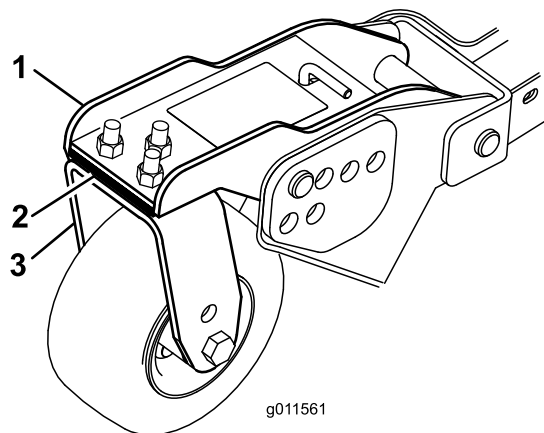

Figura 30
Gire la cuchilla de cada eje hasta que los extremos estén orientados hacia adelante y hacia atrás. Mida desde el suelo hasta la punta delantera del filo de corte. Ajuste los suplementos de 3 mm de las horquillas de las ruedas giratorias delanteras hasta que la altura de corte corresponda con la marca de la pegatina (Figura 30). Para el eje de la cuchilla exterior solamente, consulte Ajuste de la inclinación de la unidad de corte \(página 56\).
3. Si el borde interior de la unidad de corte lateral está demasiado alto respecto al borde exterior de la unidad de corte delantera, retire un suplemento de 3 mm de la parte inferior del brazo interior delantero de la rueda giratoria en la unidad de corte lateral (Figura 30). Vuelva a comprobar la medida entre los bordes exteriores de ambas unidades de corte laterales y el borde interior de las unidades de corte laterales y el borde exterior de la unidad de corte delantera.